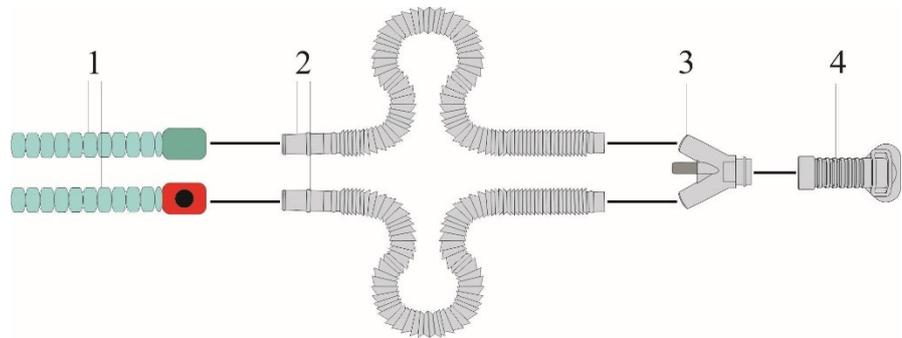

Fig. 110: Conexión de EasyFlow NCPAP
2. Desconecte los dos tubos de desacoplamiento y forme un arco (consulte la Fig. 110).